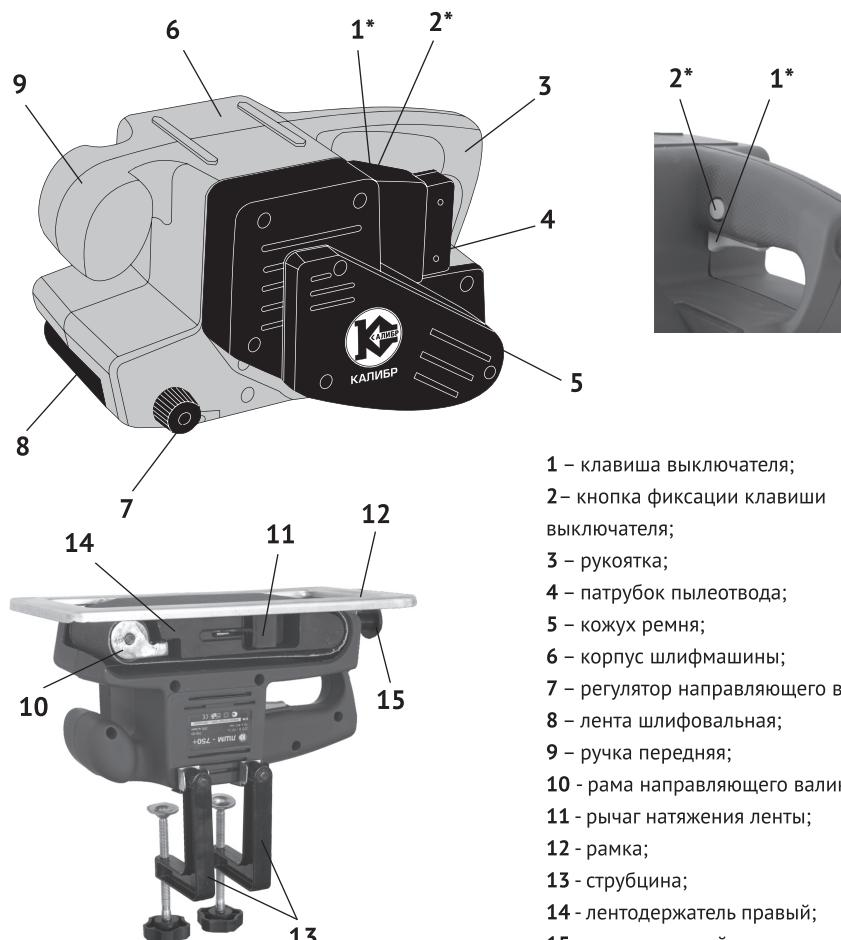

рис. 1
Внешний вид шлифмашины представлен на рис.1
1.7 Механизм шлифмашины расположен в пластиковом корпусе (рис.1 поз.6), состоящем из двух половин. Крутящий момент с якоря электродвигателя, зубчатым ремнём передаётся на ведущий валик. Между ведущим и ведомым валиками движется абразивная шлифовальная лента (рис.1 поз.8) на тканевой основе – рабочий инструмент шлифмашины.
На правом лентодержателе (рис.1 поз.14) шлифмашины стрелкой указано направление движения шлифовальной ленты.
Модель комплектуется двумя струбцинами (рис.14 поз.13) для стационарного крепления шлифмашины к верстаку (рабочему столу) и рамкой (рис.1 поз.12) для удобной опоры обрабатываемой заготовки, при стационарно закреплённом инструменте.
1.8 Клавиша выключателя (рис.1 поз.1) расположена в нижней части рукоятки.
Включение шлифмашины осуществляется нажатием на клавишу выключателя. Фиксация клавиши в рабочем положении, осуществляется кнопкой (рис.1 поз.2), расположенной слева на рукоятке. При повторном нажатии на клавишу, кнопка фиксации и клавиша (со щелчком) возвращается в исходное положение - выключено.
1.9 Пылесборник, входящий в комплект поставки, устанавливается на патрубок пылеотвода (рис.1 поз.4) и предназначен для сбора шлама и пыли, образующейся в процессе шлифования. Поток воздуха из корпуса к патрубку обеспечивает специальная крыльчатка, с отдельным шестерёначальным приводом.
1.10 Замена ленты осуществляется просто и быстро, используя рычаг натяжения (рис.1 поз.11), расположенный на правой стороне инструмента, в проёме правого лентодержателя. (рис.1 поз.14)
- отвести рычаг натяжения ленты (рис.1 поз.11) вперёд до упора (при этом ведомый ролик сместится назад, к ведущему);
- включите машину на холостом ходу и отцентрируйте регулятором (рис.1 поз.7) прямой ход ленты;
- при выключенном инструменте, установите пылесборник на патрубок пылеотвода (рис.1 поз.4);
- вставить головку направляющего винта (рис.1 поз.15) в паз корпуса (под рукояткой);
- утопить рамку до совпадения упоров с продольными пазами в левой половине корпуса и в правом лентодержателе (рис.1 поз.14);
- снять кожух ремня (рис.1 поз.5), открутив 3-и крепёжных винта;